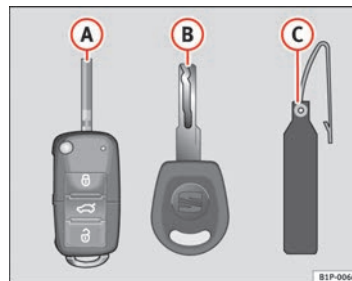

Abb. 44 Schlüsselsatz
- einem Funkschlüssel ⇒ Abb. 44 **A**